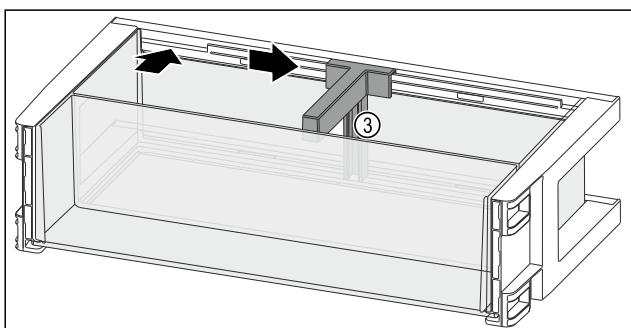

Fig. 125
- ▶ Вставте тримач пляшок Fig. 125 (3) у паз.
- ▶ Пересуньте тримач пляшок Fig. 125 (3) убік до бажаної позиції.